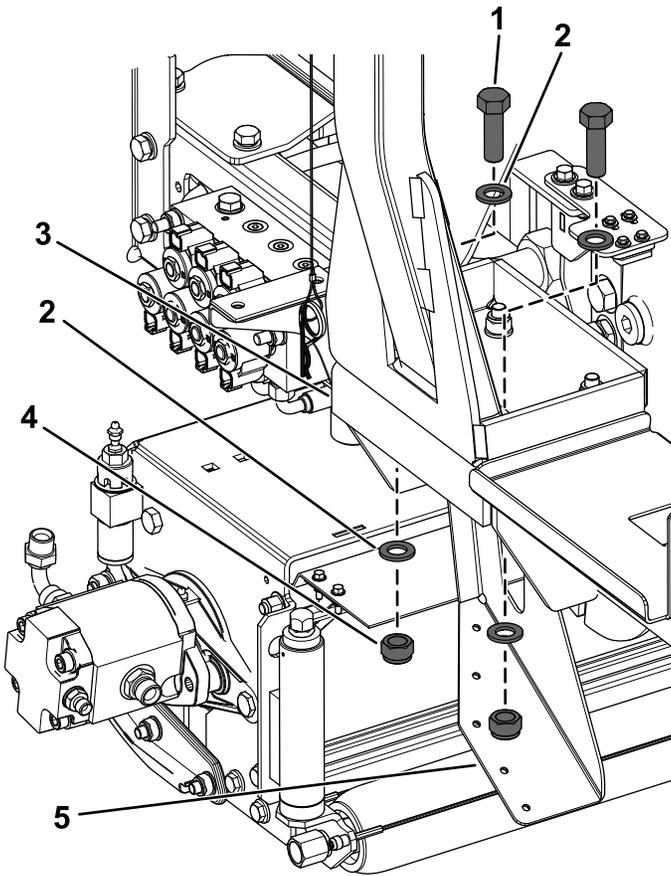

Figure 7
- Fixez légèrement le support de bavette gauche au support de ROPS gauche à l'aide des 2 boulons à tête hexagonale (16 x 50 mm), 4 rondelles et 2 contre-écrous neufs (16 mm), comme montré à la Figure 7.